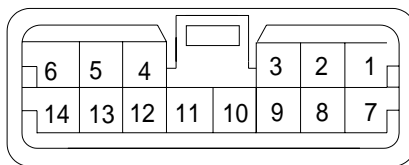

图 8-2-2 空调控制器连接器
(2) 不要脱开空调控制器连接器，按表 8-2-2 检测空调控制器线束侧连接器端子间的电压，检查结果应符合表 8-2-2 中的要求，否则应检查相关传感器和电气线束。空调控制器连接器见图 8-2-2。